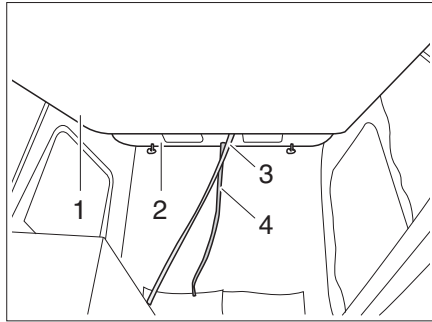

Fig. 71 Cama en el techo para dormir
- Empujar el techo para dormir (Fig. 71,2) de los tiradores con ambas manos hacia arriba.
- Tirar el colchón (Fig. 71,1) del dispositivo corredizo (Fig. 71,3) hacia abajo, hasta escuchar que engatilla.
- Empujar el colchón (Fig. 71,1) hacia arriba.
- Tirar el techo para dormir del dispositivo corredizo (Fig. 71,4) hacia abajo.